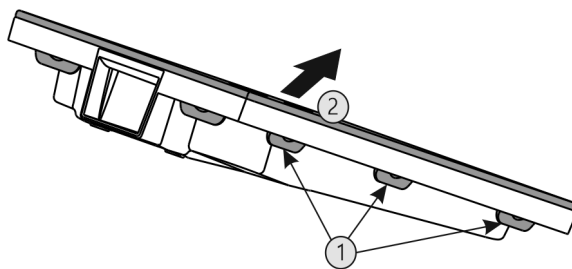

Fig. 40
- ▶ Последовательно нажать на все накладки Fig. 40 (1) и снять крышку Fig. 40 (2).